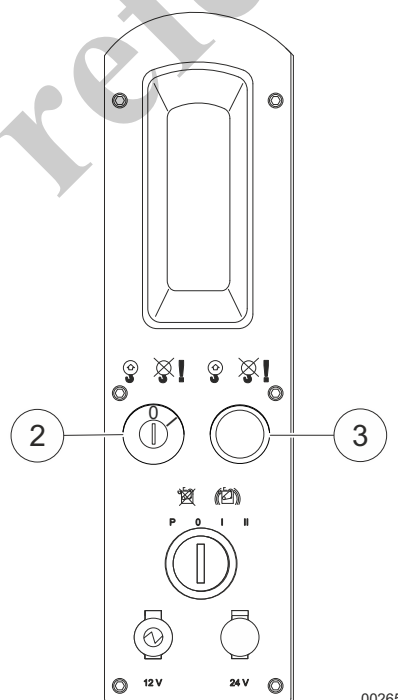

Fig. 72 Controles del LML
- 1 Para anular el LML, gire el interruptor de llave (2, Fig. 72) al mismo tiempo que presiona el botón (3, Fig. 72).
La anulación se suspende cuando se suelta el interruptor de llave (2, Fig. 72) o el botón (3, Fig. 72), o girando el interruptor de arranque a apagado y luego de nuevo a encendido.